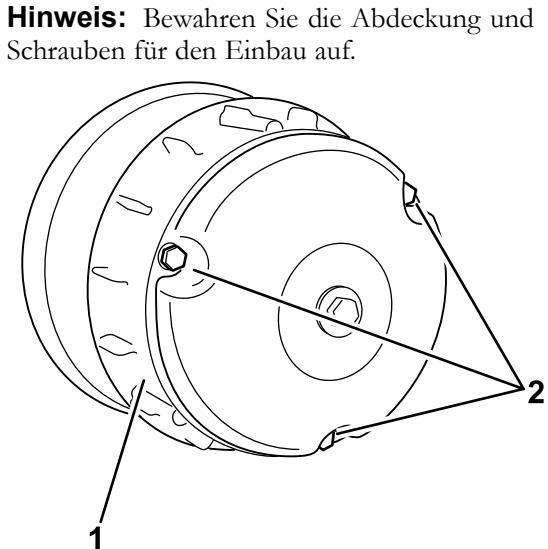

Bild 60
- Entfernen Sie die drei Schrauben, mit denen die Abdeckung an der Kupplung befestigt ist, und nehmen Sie die Abdeckung ab (Bild 60).
- Setzen Sie die Kupplungsabdeckung auf und befestigen Sie sie mit den drei in Schritt 2 entfernten Schrauben (Bild 60).